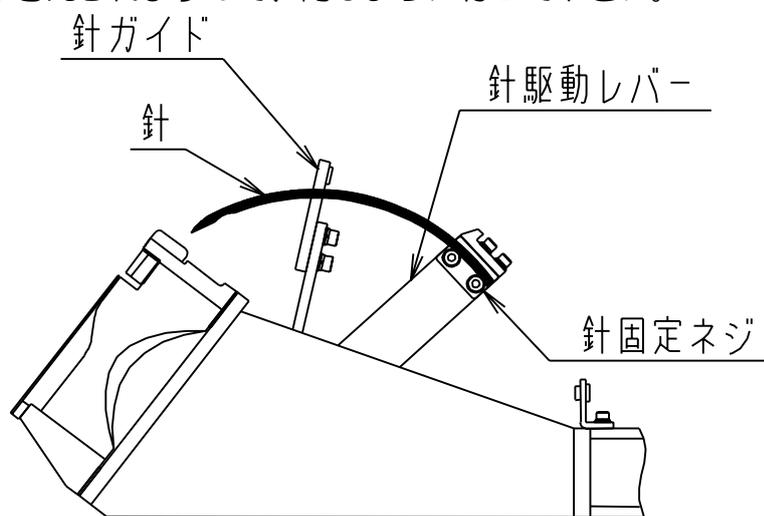

図 1
- 3) 針駆動レバーの後ろ端面と針端を合わせて（図1）針固定ネジを軽く締める。